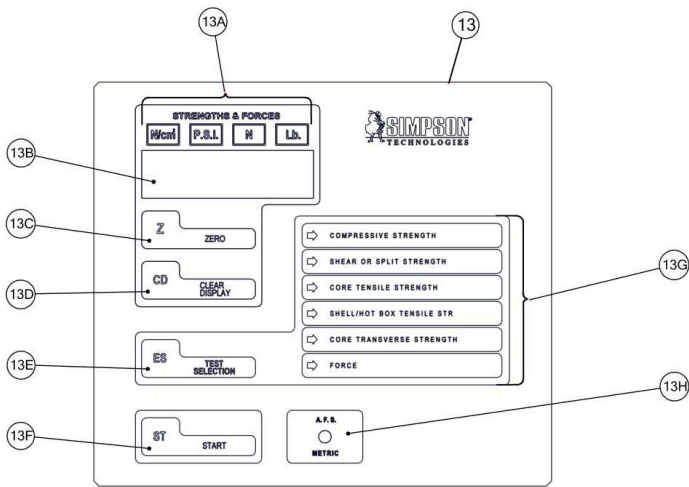

Figura 7.4: Pannello Elettronico
6. Per passare da un registro a quello successivo, premere il tasto "ST - Start" (Figura 7.4, particolare 13F) e il display digitale passerà al registro successivo con il rispettivo contenuto.
7. Se il contenuto di un registro è errato, deve essere corretto. Per correggere il contenuto di un registro, premere il tasto "CD - Clear Display (Cancella Display)" (Figura 7.4, particolare 13D) per aumentare il valore del contenuto o il tasto "ES - Test Selection (Selezione Prova)" (Figura 7.4, particolare 13E) per ridurre il valore. Dopo aver superato il registro 9, sul display apparirà il numero 255. Premere il tasto "ST - Start" per tornare alla scritta "HELLO".